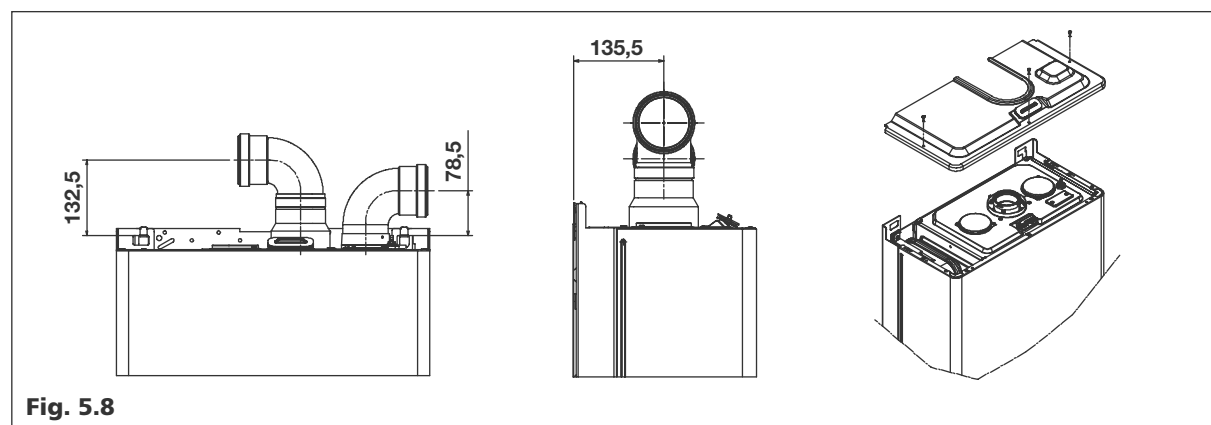

Fig. 5.8
**Scarichi sdoppiati Ø80 (Fig. 5.8)**